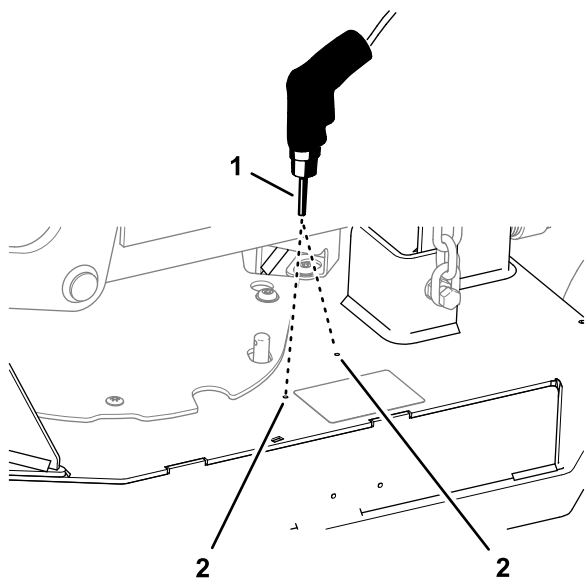

Figura 2
3. En el lado derecho de la carcasa de corte, perfora los 2 taladros piloto en la carcasa con una broca de 10 mm, como se muestra en la Figura 2.